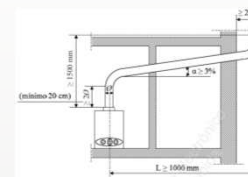

Figura 1
- O troço que une o troço vertical ao exterior deve ser ascendente em todo o seu percurso, com uma pendente mínima de 3% (para projeções horizontais do troço oblíquo de comprimento superior ou igual a 1m) e um comprimento máximo, em projeção horizontal, de 3m, medido entre os eixos dos troços verticais (Figura 1).